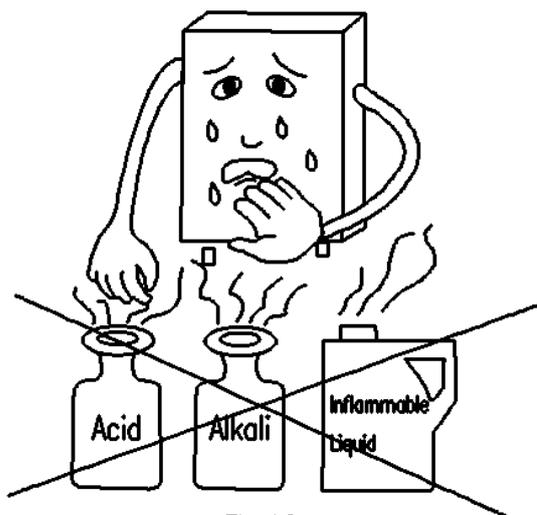
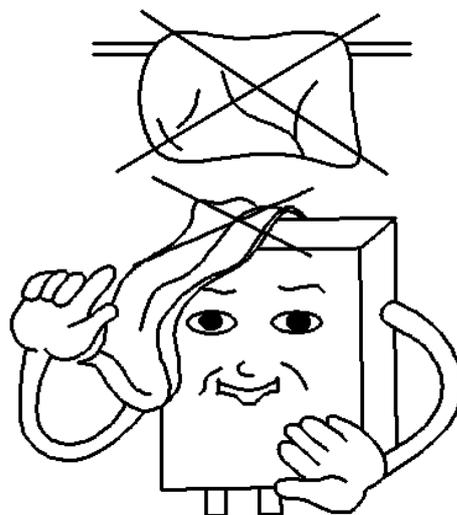

Fig.12
Fig.13
- Non collocare alcun materiale, in particolare infiammabile, sotto o vicino o sopra il prodotto (Fig. 12) (Fig.13) e non bloccare la presa d'aria.